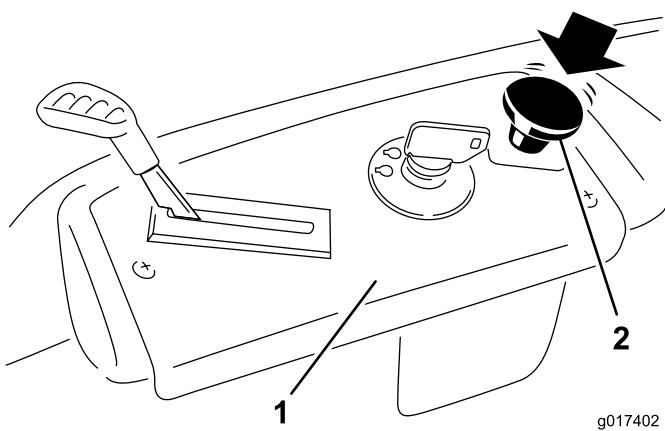

Figure 15
Appuyez sur la commande des lames pour la placer en position désengagée et désengager les lames (Figure 15).
- Désengagez les lames en plaçant la commande des lames en position Désengagée (Figure 15).